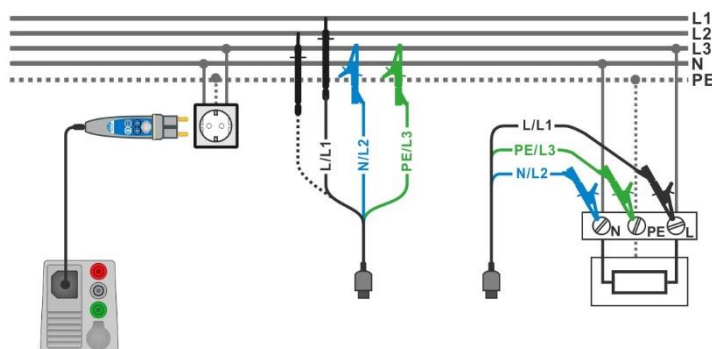

Abbildung 7.56: Phase-Neutraleiter- oder Phase-Phase Messung der Leitungsimpedanz - Anschluss des Commander-Prüfsteckers und den 3-Leiter Prüfadapter
- › Schließen Sie den 3-Leiter Prüfadapter oder den Commander Prüfstecker am Prüfling an, siehe **Abbildung 7.56**.